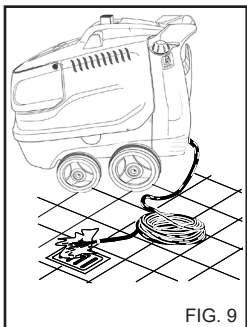

FIG. 9
**de eerste start van de hogedrukreiniger zonder lans gebeuren, waarbij men enkele seconden water laat weglopen. Eventuele onreinigheden kunnen de spuitmond verstoppfen en de werking ervan verhinderen (Fig. 9).**